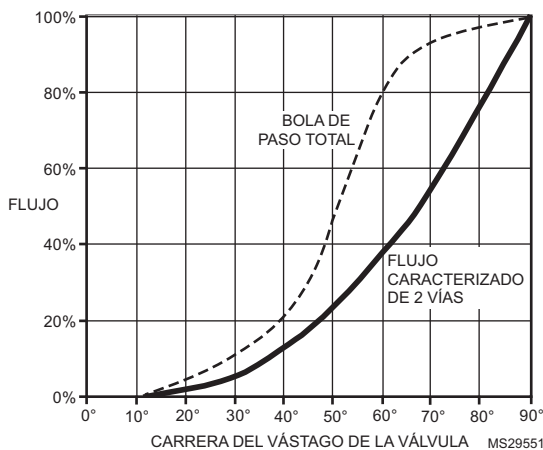

Fig. 32. Características de flujo típico.
1. Con el actuador de modulación, limite el intervalo de voltaje de control que emite el controlador de automatización de edificios. Las válvulas con insertos de control de flujo tienen una característica de flujo de igual porcentaje (consulte la Fig. 32). Cada reducción del 10% en el voltaje de control máximo dará como resultado una reducción del 10% en el flujo.
2. Para limitar mecánicamente la carrera, configure el actuador de acoplamiento directo (Direct Coupling Actuator, DCA) en la posición completamente abierta. Afloje el acoplador del eje y gire el eje de la válvula hacia la posición de flujo máximo deseada, según lo confirme la medición de presión en el serpentín, usando la información del fabricante de serpentines. Vuelva a ajustar el acoplador del eje. Use la Fig. 32 como guía para configurar la carrera del actuador.